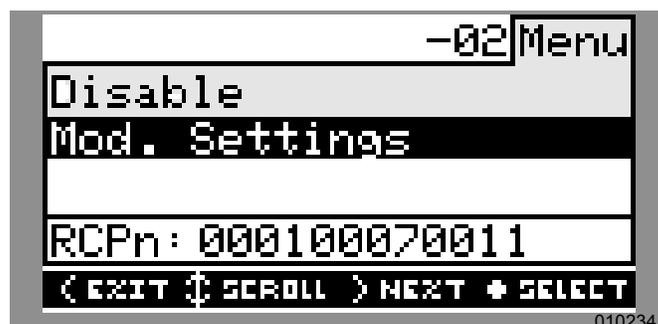

Figura 3-11. Página de dispositivo de Internet
- Consulte la Figura 3-11. Resalte Mod. Settings (Ajustes de mod.) y presione el botón central para seleccionar.